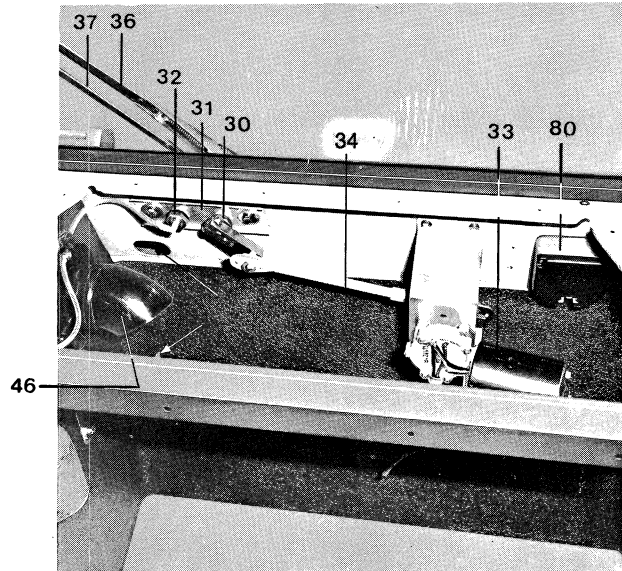

Fig. 20.
2. Trek door de buis, welke zich achter in het midden van de dashboardplaat bevindt, een plastic slang voor de ruitesproeiers en sluit rechts en links de uiteinden van de slang aan op de geleidepenen (32) (fig. 20).
3. Monteer de waterleiding (35) aan de linker zijkant van de cabine en sluit de uiteinden aan op de plastic slangen voor de ruitesproeiers (fig. 20, 22, 34 en 35).
4. Plak de bekledingsmat rechts en links tegen het schutbord (fig. 20).
8. Breng de kruk van de tandemas (30) in het verlengde van de arm (36) en schroef de wisserarm goed op de tandemas vast (fig. 20).
2. Par la buse se trouvant derrière le tableau de bord central, passer un tuyau en plastique pour les arroseurs, et brancher le tuyau sur les axes-guides (32) (fig. 20).
3. Poser la conduite d'eau (35) sur le côté gauche de la cabine, et le brancher sur les arroseurs (fig. 20, 22, 34 et 35).
4. Coller le revêtement sur le tablier (fig. 20).
8. Poser la manivelle de la tige d'épaulement (30) dans le prolongement du bras porte-balais (36), solidement visser le bras porte-balais sur la tige d'épaulement (fig. 20).
10. Door de verbindingstang (34) rechtersom of linksom te draaien, kan de stang langer of korter gemaakt worden. Stel de lengte van de stang zodanig af dat het scharnierpunt van de stang (34) wrijvingsloos op de kruk van de tandemas (30) geschoven kan worden (fig. 20).
10. En vissant la tringle de liaison (34) à gauche ou à droite, il y a moyen de respectivement rallonger ou raccourcir la tringle. Il faut régler la longueur de la tringle de telle manière que le point de pivotement de la tringle peut être installé sans forcer sur la manivelle de la tige d'épaulement (30) (fig. 20).